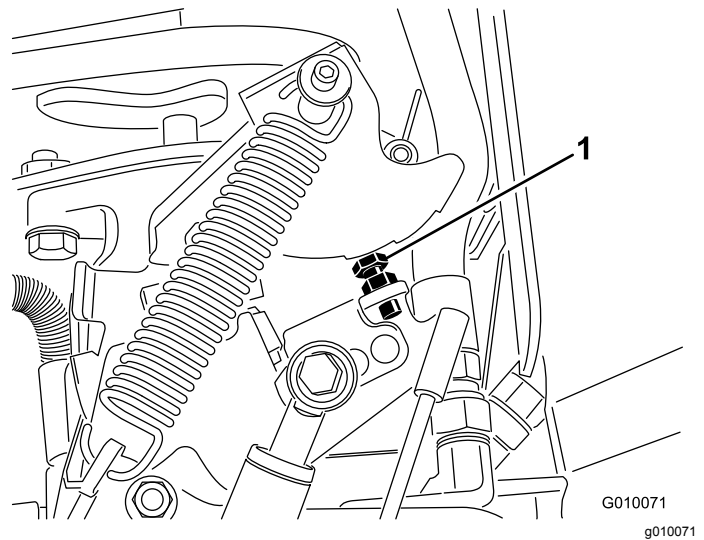

Figura 67
6. Si es necesario realizar un ajuste, gire el perno de tope de la bomba (Figura 67) acercándolo a la placa de tope para reducir el espaciado de las perforaciones, o gire el perno de tope alejándolo de la placa de tope para aumentar el espaciado de las perforaciones.